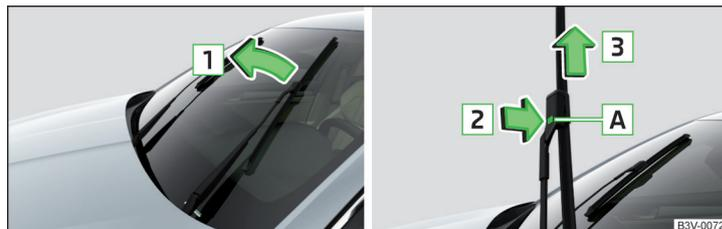

Fig. 264 Balai d'essuie-glace du pare-brise avant
- Relever le bras d'essuie-glace du pare-brise dans le sens de la flèche **1** » fig. 264.